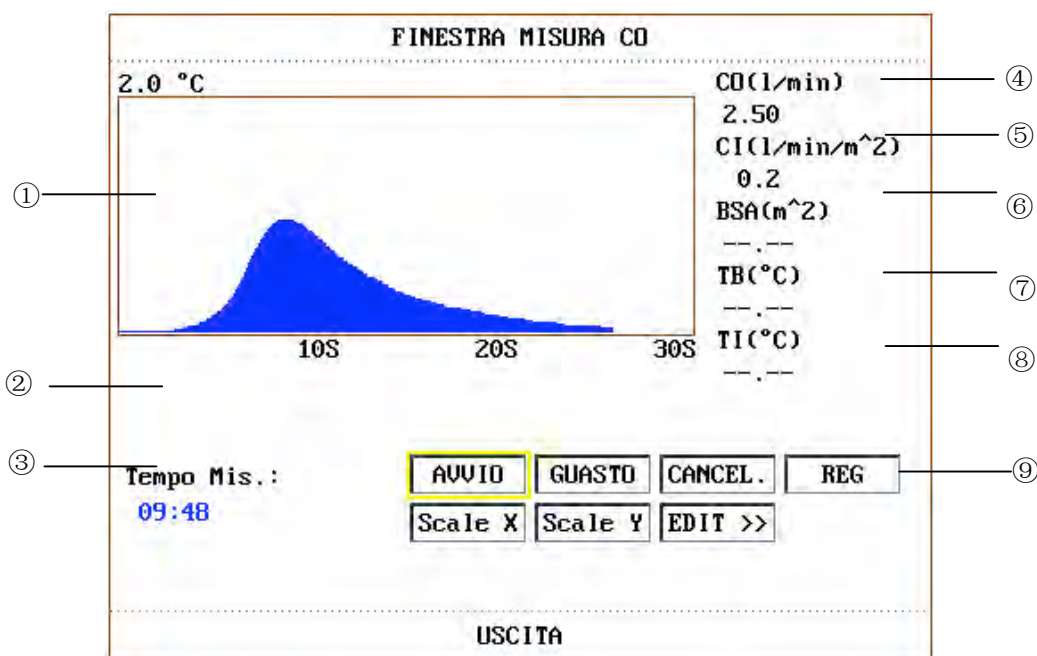

Figura 18-2 FINESTRA MISURA C.O.
Eseguire misurazioni quando il messaggio “**Pronto per nuova misurazione**” apparirà sullo schermo (② in Figura 18-2). Premere **AVVIO**, e cominciare l'iniezione. La curva di termodiluzione, la temperatura sanguigna attuale e la temperatura di iniezione saranno visualizzate durante la misurazione. Il tracciato della curva terminerà automaticamente al completamento della misurazione, e il C.O. e il CI (④ e ⑤ in Figura 18-2) verranno calcolati e visualizzati sullo schermo. Il monitor visualizzerà anche la C.O. nell'area parametri, insieme al tempo rimanente per la prossima misurazione (② in Figura 18-2).
Per assicurare l'accuratezza della misurazione, si suggerisce di lasciar intercorrere un certo intervallo di tempo tra le due misurazioni. La durata dell'intervallo può essere impostata nel menù **IMPOSTAZIONI C.O.** (Unità di tempo: secondi). Il conteggio dell'intervallo di tempo (② in Figura 18-2) verrà visualizzato sullo schermo. La misurazione successiva non potrà essere eseguita prima che il tempo non avrà raggiunto lo zero e il messaggio “Pronto per nuova misurazione” sarà apparso.